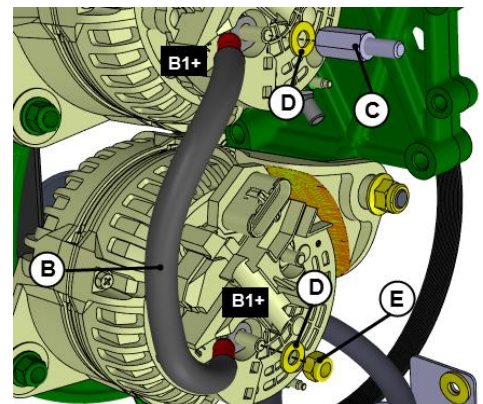

FIGURE 18
23. Connecter le cavalier **B** aux bornes **B1+** de l'alternateur supérieur et inférieur tel que montré à la FIGURE 18.